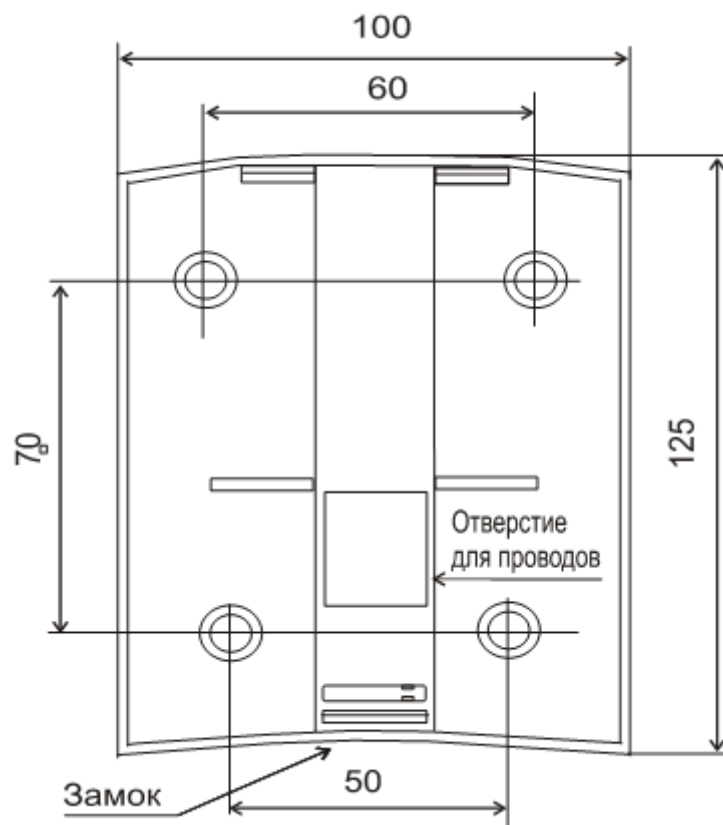

Рисунок 4.1. Габаритные и установочные размеры прибора
Устройство крепится к стене при помощи 4 шурупов согласно габаритным размерам (рисунок 4.1).
- 3 Закрепить основание корпуса четырьмя шурупами вертикально на стене (рисунок 4.1).